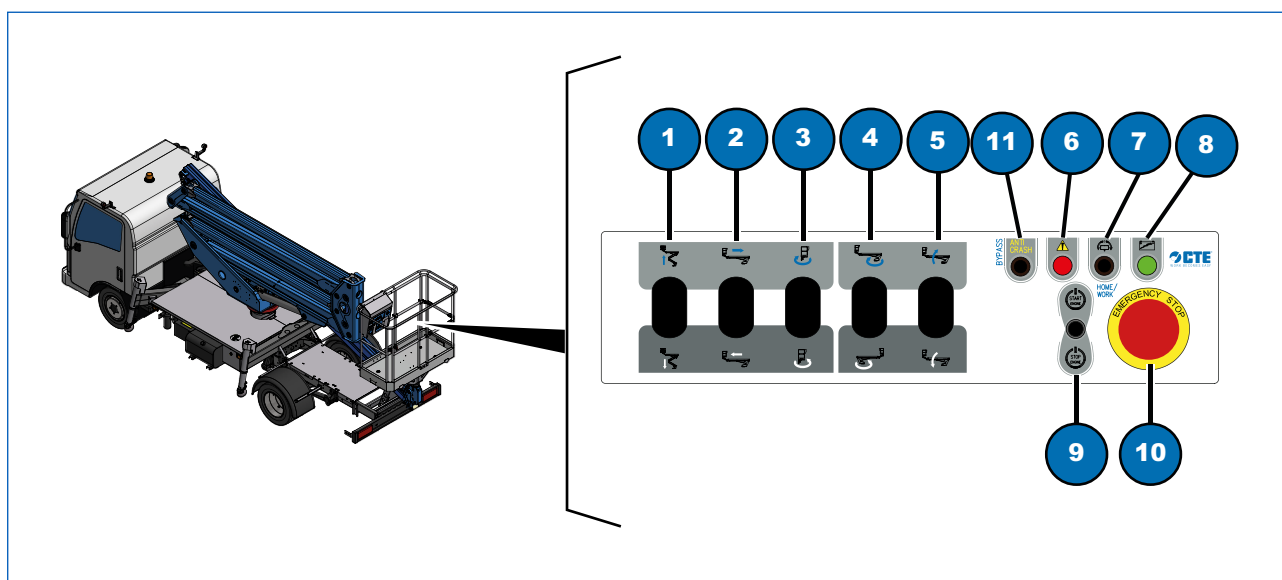

Fig. 6.4
- 7) verificare sul quadro comandi piattaforma di lavoro l'avvenuta accensione della spia presenza tensione (Fig. 6.4, 8);
- 3) effettuare la movimentazione del braccio tenendo premuto il selettore di comando (Fig. 6.4, 1, 2, 3, 4 o 5) nella posizione desiderata;
- 1) Premere e tener premuto il pulsante luminoso comando centraggio automatico cesta/torretta/home/work (Fig. 6.4, 7).
Se si desidera spegnere il motore al raggiungimento della posizione, tenere premuto il selettore (Fig. 6.4, 9) verso il basso.
Per riavviare tenere premuto il selettore (Fig. 6.4, 9) verso l'alto.